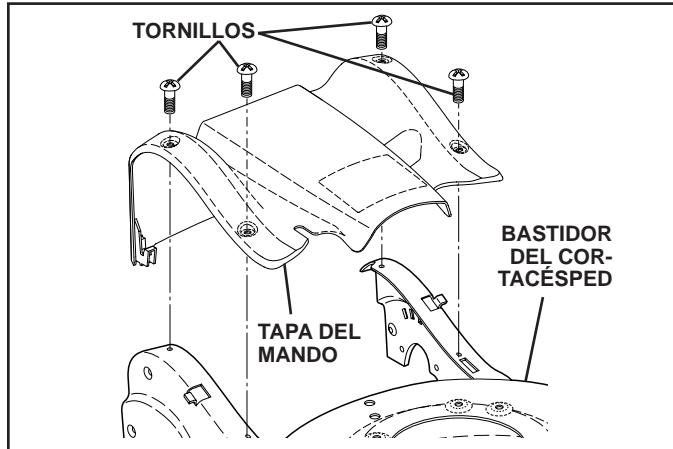

FIG. 17
2. Quitar los tornillos que sujetan la tapa del mando y quitar la tapa del mando del bastidor del cortacésped (Vea Fig. 17).
## PARA CAMBIAR LA CORREA DE IMPULSIÓN (Vea la Figs. 17–20)
- Volver a colocar la tapa del mando con los tornillos precedentemente quitados (Vea Fig. 17).